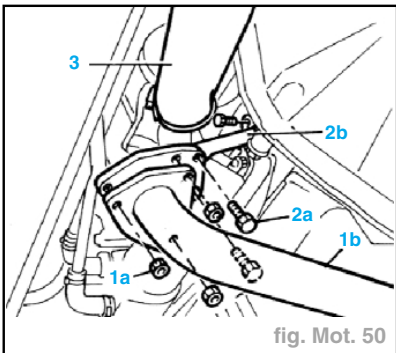

fig. Mot. 50
- Dévisser les vis de fixation (2) de l'actuateur de la soupape EGR et reculer l'ensemble actuateur/tuyau d'alimentation en gaz.
- Dévisser les écrous de fixation (1a) du tronçon AV du tuyau d'échappement (1b) (fig. Mot. 50).